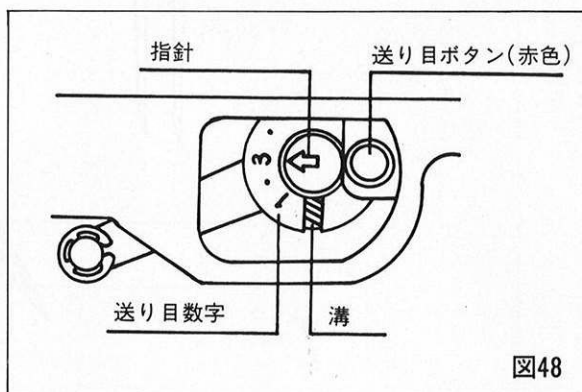

図48
- 送り目ボタンが溝に入ったまま(送り目ボタンを押し続けた状態で)、再びはずみ車を廻らすと、指針が動きます。この時、指針を希望の送り数字に合わせる。(図48)